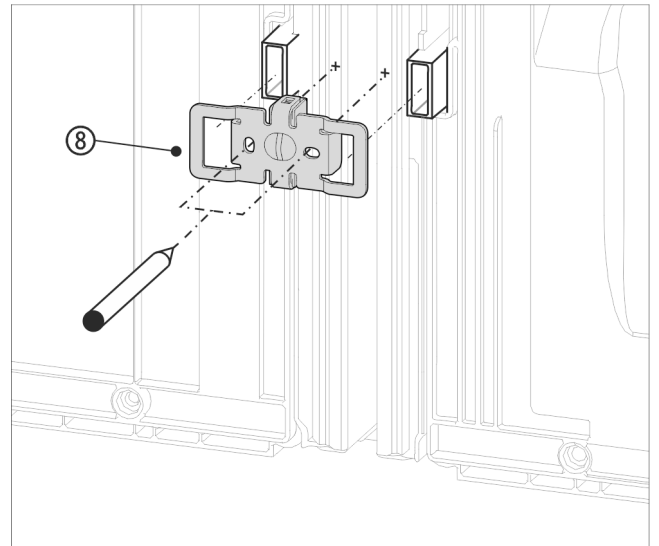

Fig. 17 Représentation à titre d'exemple
- ▶ Pousser l'équerre Fig. 17 (8) avec les cavités sur le logement des supports d'espacement muraux.